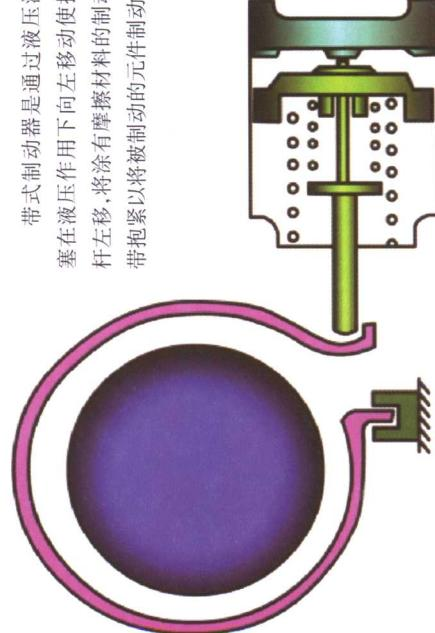
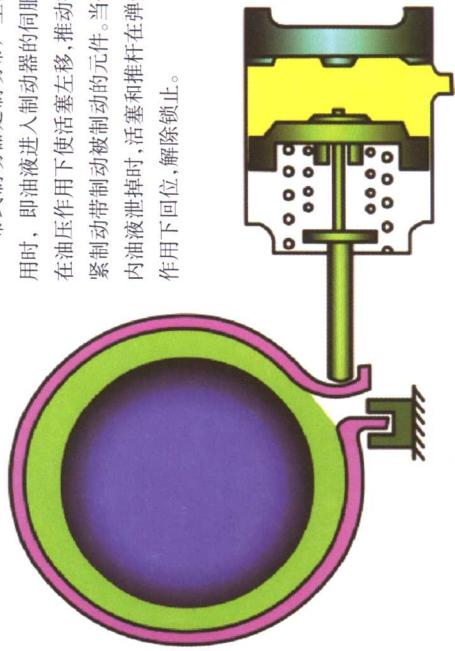

图 1-9 带式制动器不工作
图 1-10 带式制动器工作
6.带式制动器(图 1-9 至图 1-10)	(4)
6. 带式制动器(图 1-9 至图 1-10)